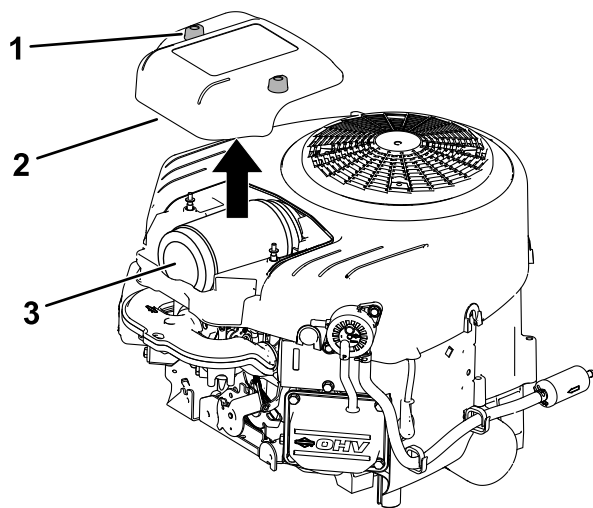

Figure 37
- Reposez le couvercle et serrez les boulons (Figure 37).